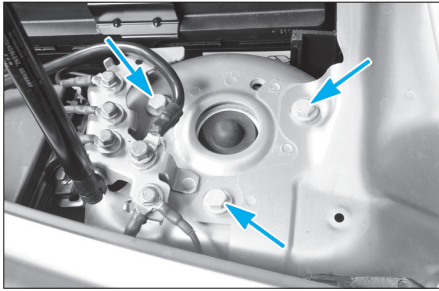

FIG. 5
• Tout en maintenant l'élément de suspension dans le passage de roue, déposer les trois vis de fixation supérieure (Fig.5) dans le compartiment moteur et dégager l'élément de suspension par le bas.